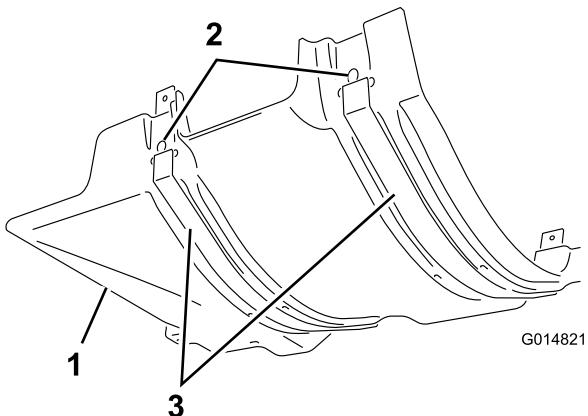

図 3
- エンジン後部用防熱シールド（図 3）のスロットにシールド・ストラップを通して、プラスチック製プラグ 6 個を使ってストラップをシールドに固定する。